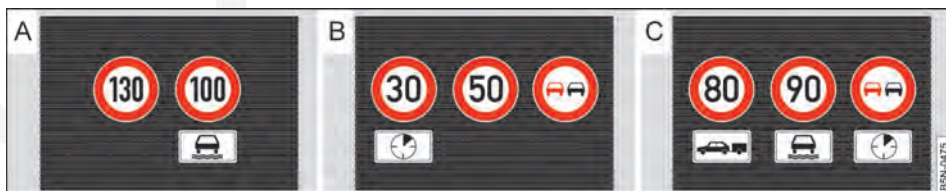

Fig. 242 No display do instrumento combinado: exemplos de limites de velocidade e proibição de ultrapassagem com placas adicionais associadas.
As sinalizações de trânsito capturadas pelo sistema de reconhecimento da sinalização de trânsito são exibidas no display do instrumento combinado → Fig. 242 e, dependendo do sistema de na-
da sinalização de trânsito apresenta até três sinalizações de trânsito válidas → Fig. 242 [B] com as respectivas placas adicionais:
1.º lugar: A sinalização de trânsito atualmente válida para o condutor é exibida no display à esquerda, por exemplo, um requisito de velocidade **130 km/h (100 mph)** → Fig. 242 [A].
3.º lugar: Uma outra sinalização de trânsito válida somente em determinadas condições é exibida em terceiro lugar, por exemplo, “proibição temporária de ultrapassagem” → Fig. 242 [C].